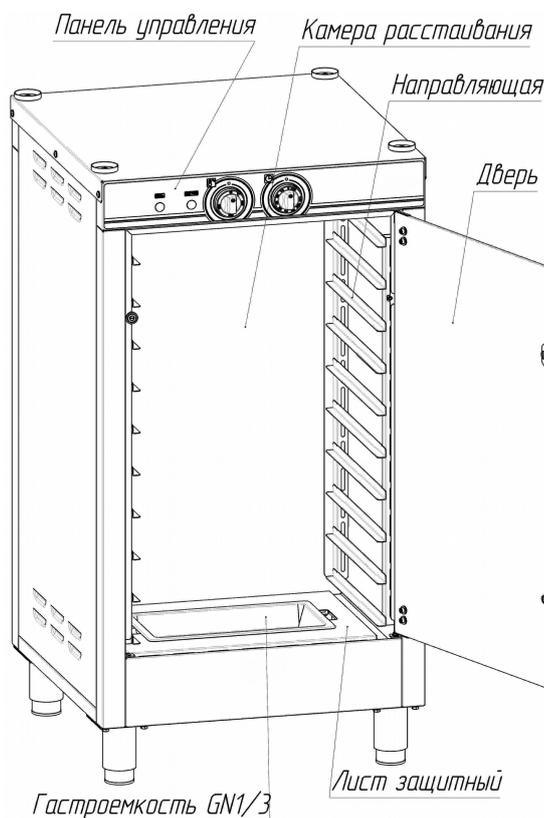

Рис.1 ШРЭ-10-1 А
1.7. Общий вид шкафов представлен на Рис. 1, 2.